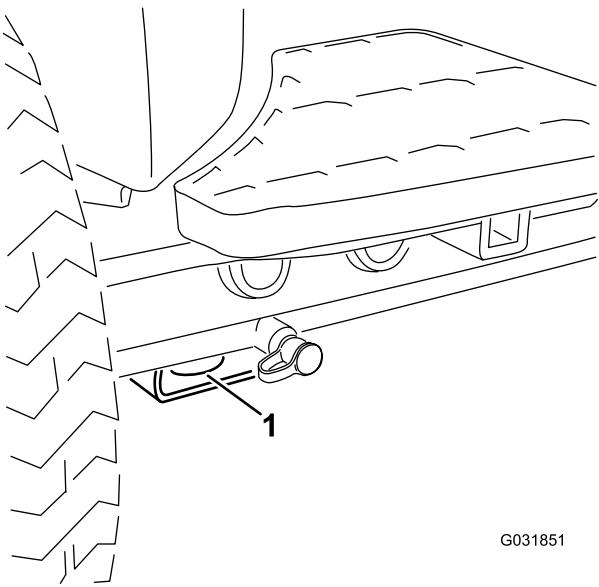

Рисунок 35
- Передняя часть машины — отверстие в прямоугольной подкладке под трубой моста, рядом с внутренней стороны каждого переднего колеса (Рисунок 35).